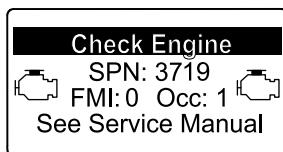

Figure 51
- Avertissement moteurSPN 3719, FMI : 0 (Figure 51)